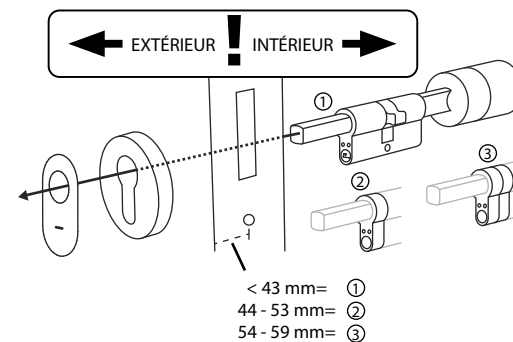

Fig. 8
- Poussez le cylindre depuis la face intérieure de la porte dans la serrure encastrée de la porte. Poussez le couvercle de la serrure d'urgence vers l'extérieur sur l'arbre de la serrure (Fig. 8).